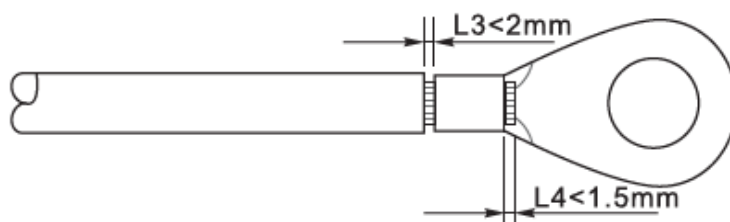

Figura 16 – Preparazione del cavo di terra (2)
1. Inserire i fili esposti nel terminale OT e crimparli usando uno strumento per la crimpatura, come mostrato nella Figura 16.